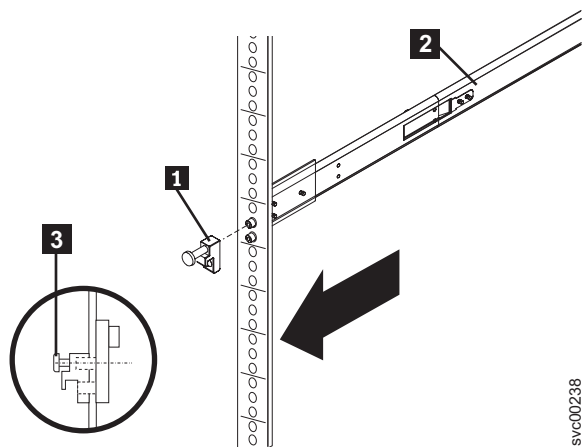

図 40. スライド・レール前面にラッチ受け座を取り付ける方法
5. 拘束ねじ **3** を使用して、図 40 に示すように、1 つのラッチ受け座 **1** を右側レール **2** の前面に取り付けます。ねじは、指だけで締めてください。同じ方法で左側レールの前面にもう一方のラッチ受け座を取り付けます。